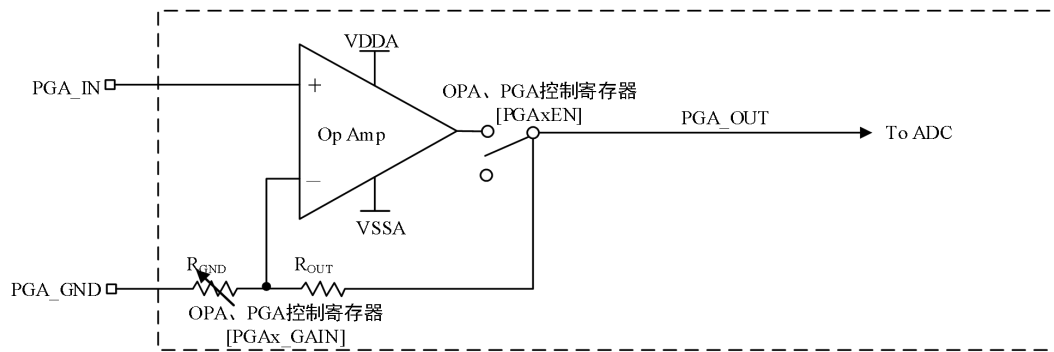

图 4-14 PGA 框图
- PGA\_OUT是运算放大器输出端的内部信号。它可由内部ADC模块进行采样和监控。图4-14所示为PGA方框图。